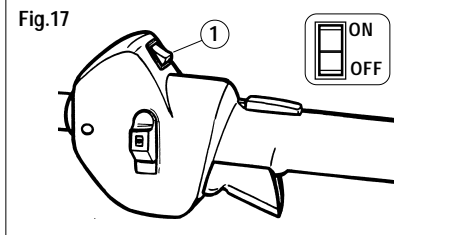

Fig.17
- 1) Para parar o motor, coloque o interruptor (fig. 17 part. 1) na posição "OFF".